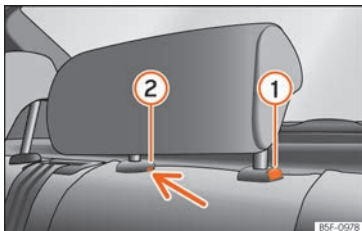

Fig. 150 Appuie-tête central arrière : point de déverrouillage.
- Pour régler l'appuie-tête à une hauteur inférieure, appuyez sur la touche » » fig. 150 ① et déplacez-le vers le bas.